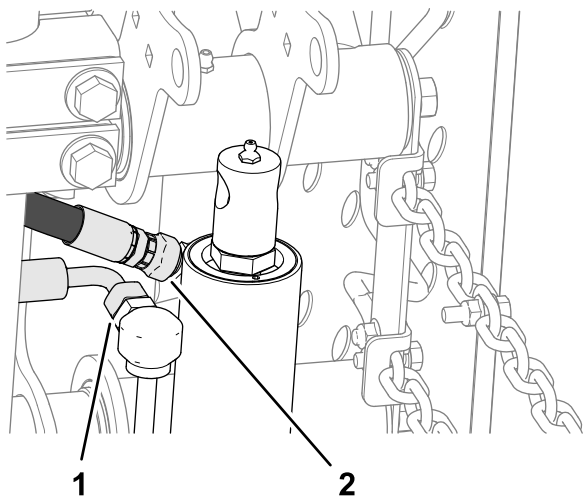

Figure 14
2. Sur le vérin de levage, desserrez le raccord pivotant droit du flexible de retour et le raccord pivotant à 90° du flexible de levage (Figure 14).